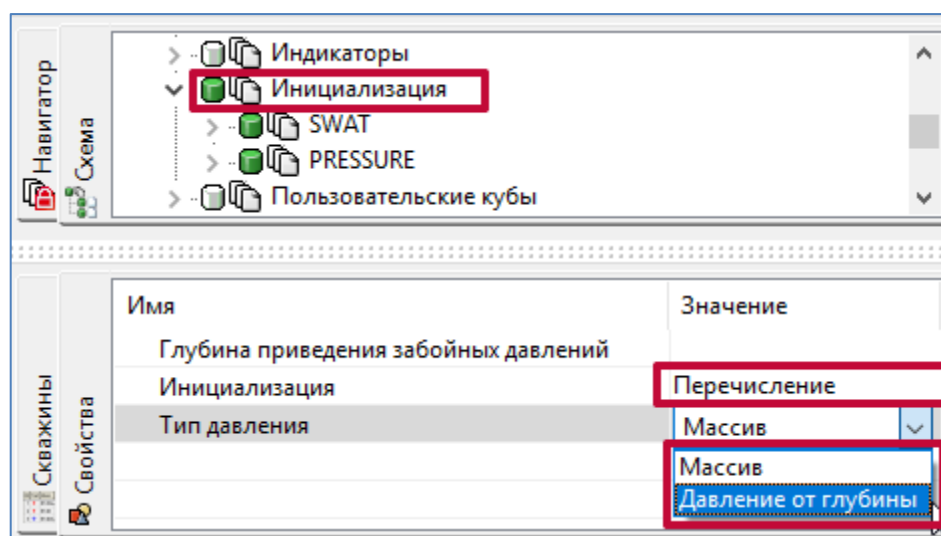

Рисунок 20. Выбор типа давления при явной инициализации
- 2) Задание карт начального пластового давления и насыщенностей – явная инициализация (перечисление). При выборе данного способа инициализации следует указать способ задания начального давления: «Массив», при задании давления кубом, или «Давление от глубины», при задании табличной функцией давления от глубины (Рисунок 20).